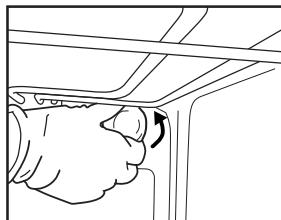

Fig. 8
2. Draai het beschermkapje los (Fig. 8), vervang het lampje (zie de opmerking voor het type lampje) en draai het beschermkapje weer vast.